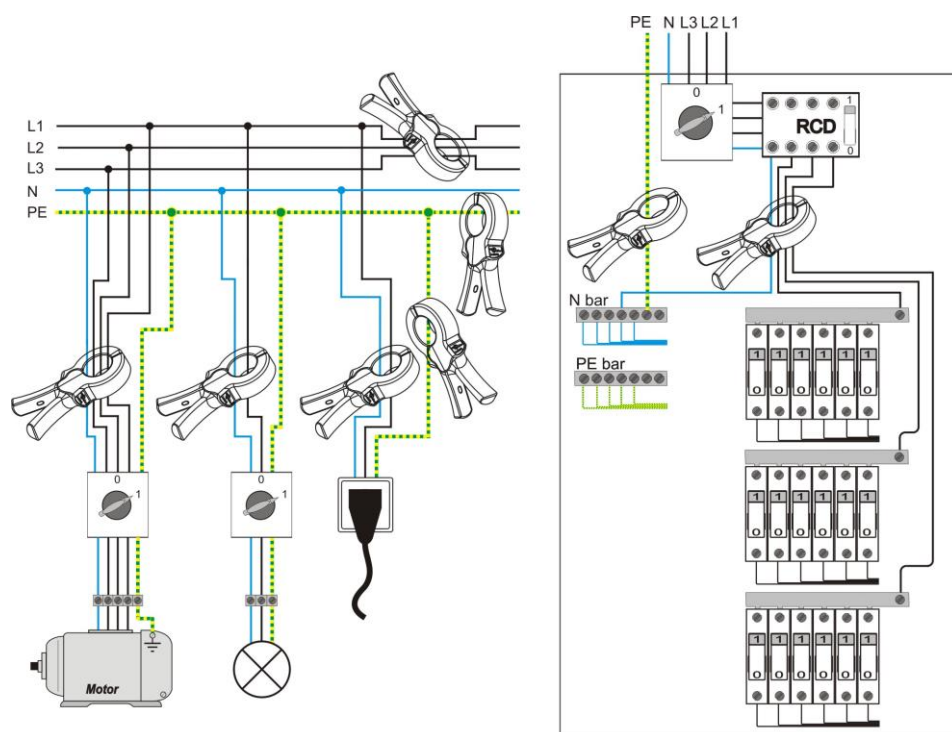

Abb. 8: Auffinden der Quelle eines zu hohen Ableitstroms – Messen nachgelagert in der Anlage
4. Manchmal ist es nicht erlaubt, die Netzspannung abzuschalten. In diesem Fall sollten zusätzliche Messungen (direkt oder differentiell) nachgelagert zum Eingang der Anlage durchgeführt werden, wie in Abb. 8 gezeigt. Dadurch werden die gemessenen Ableitströme auf einen kleineren Teil der Anlage beschränkt.